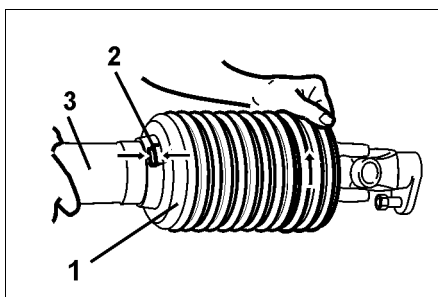

Рис. 21
- Чехол (Рис. 21/1) проверните в монтажное положение (Рис. 21./2).
- Снимите половину защиты (Рис. 21/3).